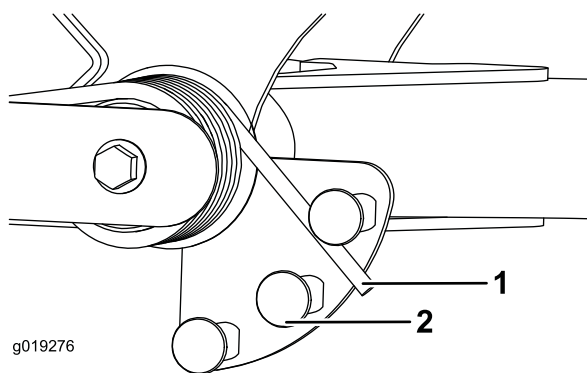

Figura 35
2. Insira um tubo ou objeto semelhante na extremidade da mola comprida e incline-a em redor do atuador da mola para a posição desejada (Figura 35).